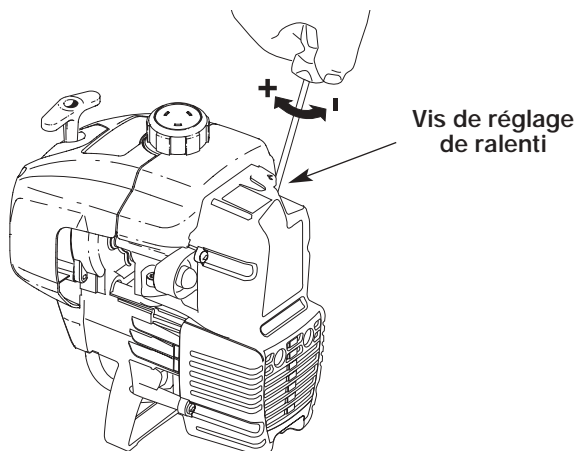

Fig. 43
Le régime ralenti du moteur est réglable par le couvercle du filtre à air/silencieux (Fig. 43).
2. Relâchez le levier d'accélérateur et laissez le moteur au ralenti. Si le moteur s'arrête, insérez un petit tournevis à embout cruciforme ou à tête plate dans le trou du filtre à air/couvercle du silencieux (Fig. 43). **Vissez** la vis de ralenti de 1/8 de tour à la fois (selon le besoin) jusqu'à ce que le moteur se mette bien au ralenti.